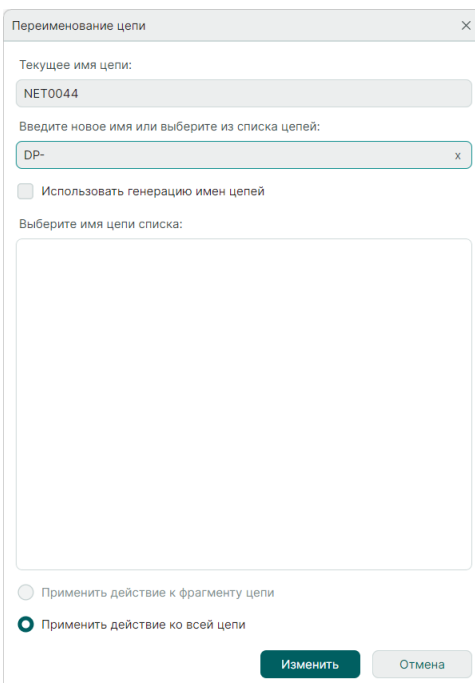

Рис. 134 Переименование второй цепи для создания диффпары
6. В окне «Переименование цепи» в поле «Введите новое имя или выберите из списка цепей» введите имя второй цепи, идентичное первой цепи с суффиксом «-» или «Name_N» в конце имени, см. Рис. 134.